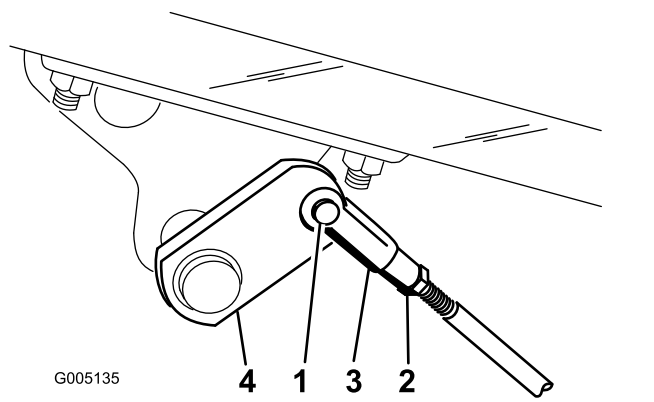

图 50
A. 取下开口销和柱销断开刹车杆图 50。
- B. 松开锁紧螺母并相应调节 U 形销图 50。
- C. 将 U 形销装回刹车轴图 50。